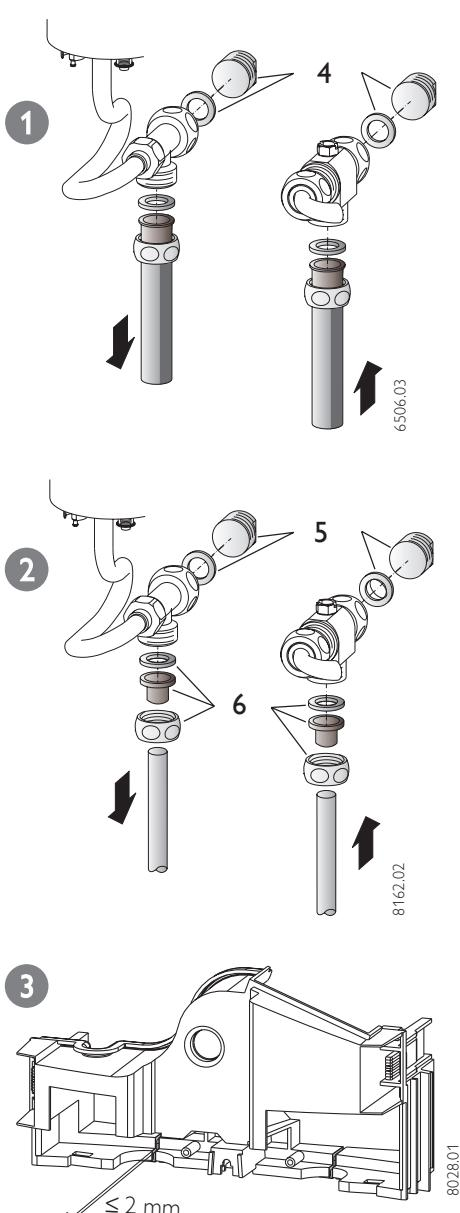

Abb. 15 / Fig. 15 / Afb. 15
siehe Abbildung 15
see Figure 15
- **raccord fileté en saillie**, voir figure 15
- **Opbouw-aansluiting** (Afb. 15)